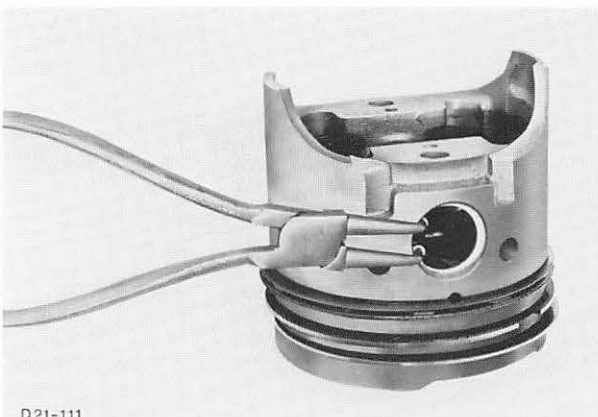

Abb. 304 Sicherungsring montieren
3. Auf einer Seite des Kolbens im Bolzenauge einen neuen Sicherungsring montieren, Abb. 304.